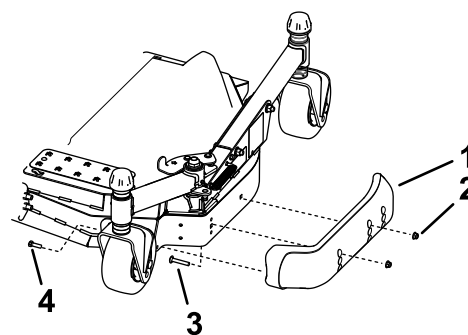

Figura 7
3. Desaperte o parafuso na frente de cada patim (Figura 7).
5. Desloque cada patim para a posição desejada e prenda-os com os parafusos de cabeça de flange e as porcas (Figura 7).